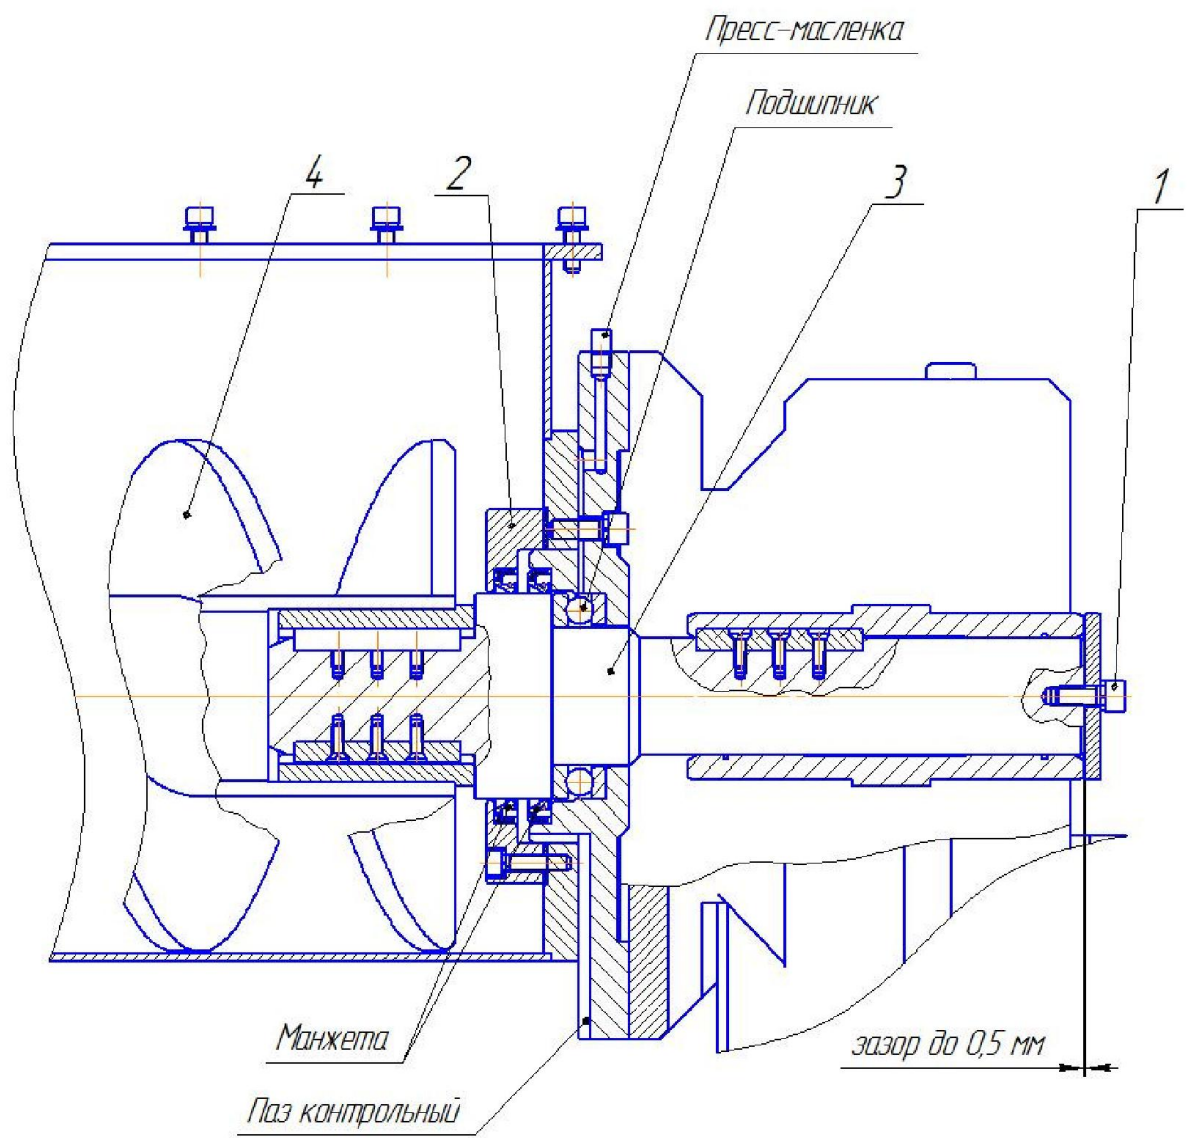

Рис.2 Подшипниковый узел
- осуществлять внешний контроль за герметичностью манжет 1.1-105x130-1 ГОСТ 8752-79 между корпусом опорным и редуктором, наблюдая возможную протечку через контрольный паз (рис. 2) во фланце переходном.
- проводить смазку шарикового упорного подшипника 8214Н ГОСТ 7872-89 через пресс-маслёнку (рис. 2). Смазка ЦИАТИМ–221 ГОСТ 9433-80 или аналогичная.
1. Замена манжет (см. рис. 2):
2. Замена упорного подшипника (см. рис. 2):